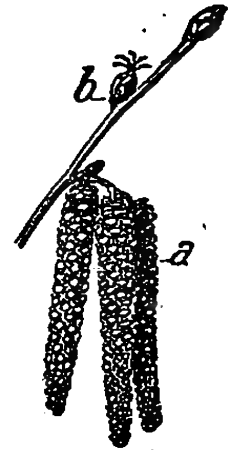

Fig. 262. — Fleurs incomplètes du noisetier : a, fleurs mâles ; b, fleur femelle.
2. Les fleurs incomplètes. — Certaines fleurs (*fleurs femelles*) n'ont pas d'étamines, d'autres (*fleurs mâles*) n'ont pas de pistil : ce sont des fleurs *incomplètes* (fig. 262).
sans étamines (noisetier [fig. 262], chêne, maïs). Tantôt les deux espèces de fleurs sont portées par des pieds différents (chanvre [Voir 43^e leçon], houblon, peuplier).